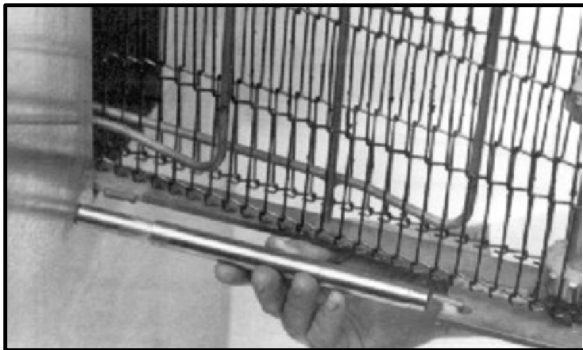

Figura 17
1. Instalar os dois tensionadores da correia. Veja Figura 17.